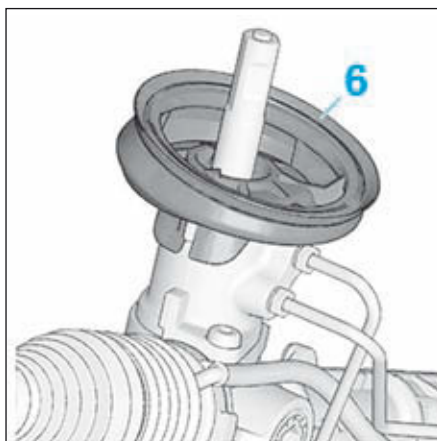

FIG.11
- Remplacer systématiquement le joint (6) (Fig.11).